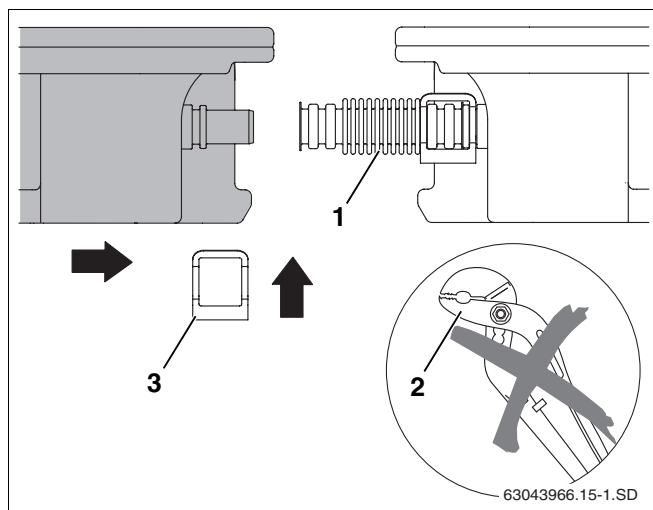

Fig. 46 Posizionamento del collettore contro il primo
- Non utilizzare alcun attrezzo ausiliario, come p. es. tenaglie (fig. 46, **pos. 2**). Tali attrezzi potrebbero rendere inutilizzabile il raccordo per tubo ondulato.
- Spingere il secondo collettore contro il primo in maniera tale che gli attacchi del collettore si infilino nei raccordi per tubo ondulato (fig. 46, **pos. 1**) premontati del primo collettore.
- Innestare la seconda graffa (fig. 46, **pos. 3**) sul raccordo per tubo ondulato fino all'attacco del collettore.